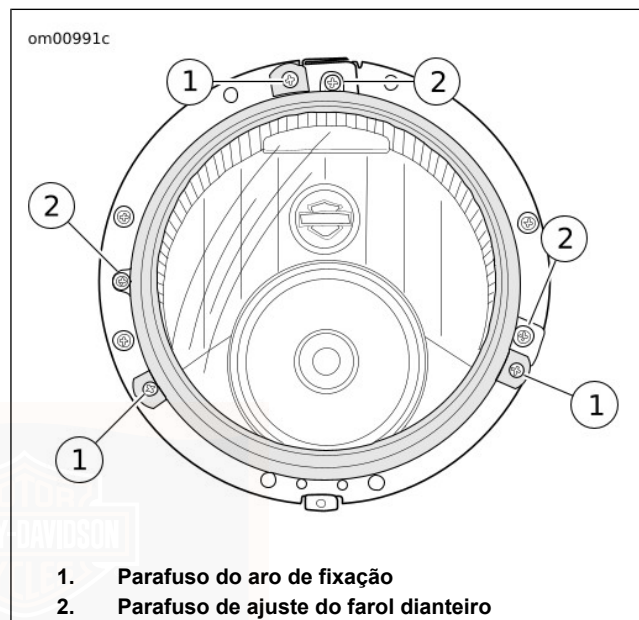

Figura 73. Aro de fixação do farol dianteiro
3. Ver Figura 73. Retirar os parafusos (1) que estão a fixar o aro de fixação.